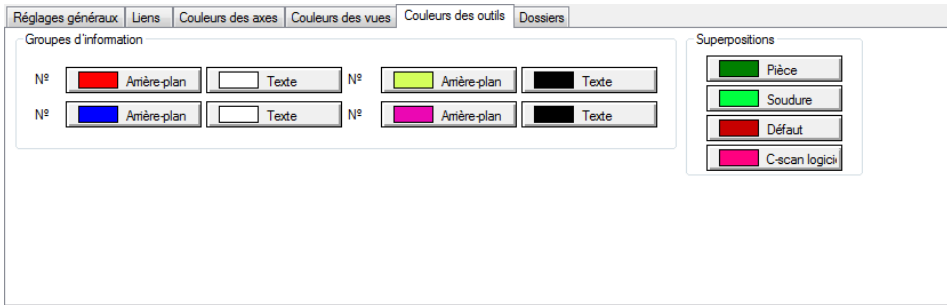

Figure 4-53 Onglet Couleurs des outils dans la boîte de dialogue Préférences
2. Sélectionnez l'onglet **Couleurs des outils** dans la boîte de dialogue **Préférences** (voir la Figure 4-53 à la page 295).